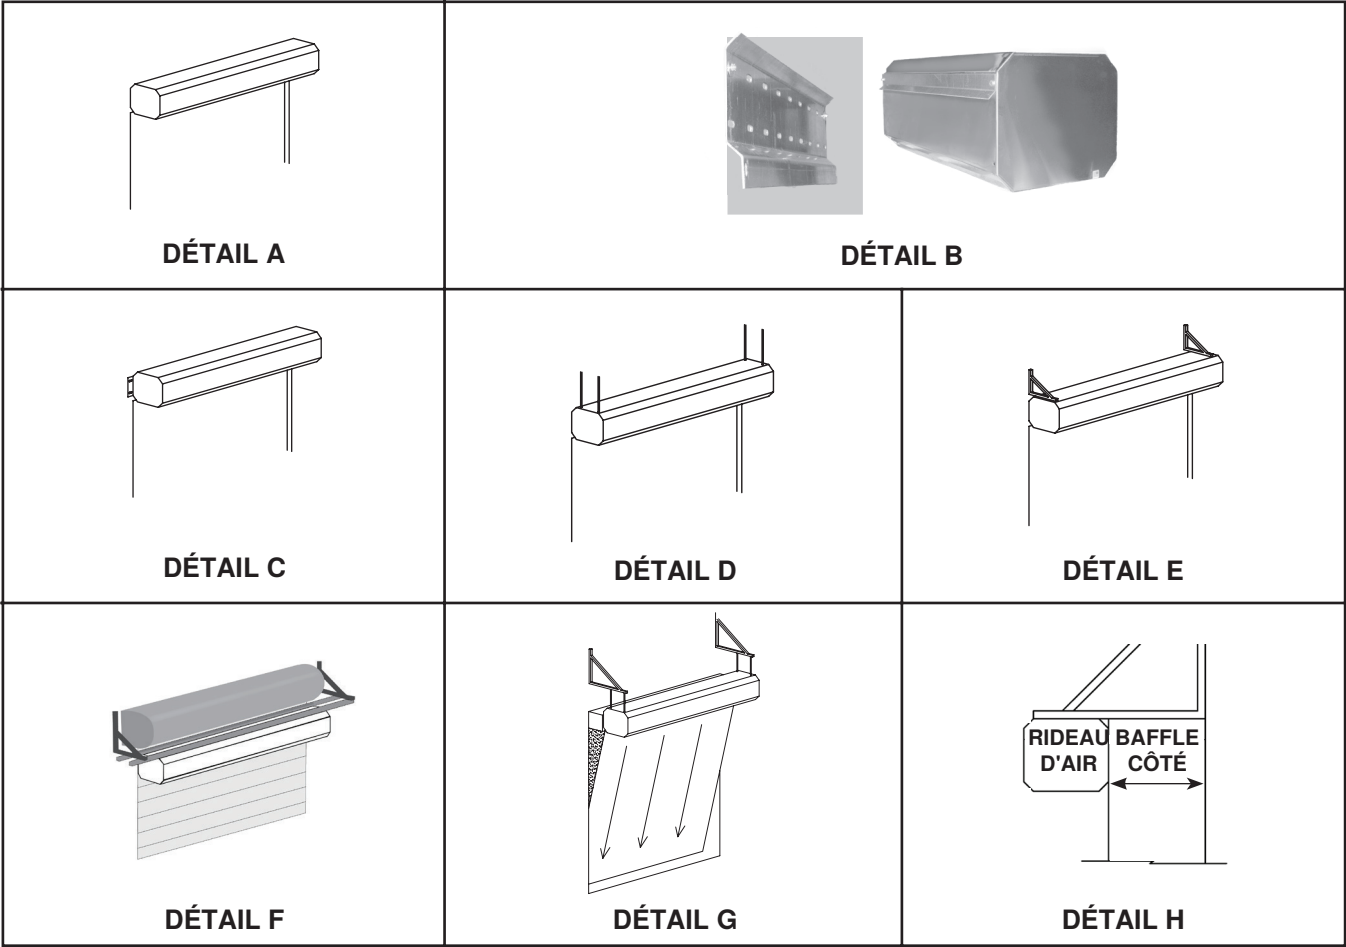

Figure 3. Configurations de montage de l'unité
Montez l'unité (voir **Figure 3**) comme suit :
- a. Pour monter l'unité au mur (voir **Figure 3**, DÉTAIL A) :
- (1) Installez quatre boulons ou tire-fonds de 3/8 de pouce à l'arrière de l'armoire pour fixer le rideau d'air au mur. Utilisez une longue rallonge à cliquet pour éviter d'avoir à retirer la plaque du moteur/soufflerie.
- (2) Installez quatre boulons ou tire-fonds dans des trous de 7/8 de pouce dans la plaque du moteur/soufflerie.
- b. Pour monter l'unité au mur à l'aide de la plaque de montage rapide en option (voir **Figure 3**, DÉTAIL B) :
- (1) Installez la plaque de montage rapide (option CK52) à l'arrière de l'armoire à l'aide de fixations de 3/8 de pouce fournies sur place.
- (2) Fixez la plaque de montage rapide au mur à l'aide des attaches de 3/8 de pouce fournies sur place.
- c. Pour monter l'unité au mur à l'aide des supports d'extension latéraux fournis sur place (voir **Figure 3**, DÉTAIL C) :
- (1) Installez les supports d'extension latéraux fournis sur place à l'arrière de l'armoire à l'aide des fixations fournies sur place.
- (2) Fixez les supports d'extension latéraux au mur à l'aide des attaches appropriées fournies sur place.
- d. To suspend unit à l'aide de tiges filetées fournies sur place (voir **Figure 3**, DÉTAIL D) :
- (1) Installez la tige filetée 3/8-16 dans l'insert fileté dans chaque coin du dessus de l'armoire. Assurez-vous que les tiges ne s'étendent pas de plus de 3/4 de pouce dans l'armoire.
- (2) Connectez les tiges filetées au support de plafond à l'aide des fixations appropriées fournies sur place.
- e. Pour monter l'unité au mur à l'aide des supports d'angle fournis sur site (voir **Figure 3**, DÉTAIL E) :
- (1) Installez les équerres fournies sur place sur le dessus de l'armoire à l'aide des fixations fournies sur place. Pour un dimensionnement approprié, prévoyez une distance entre le mur et l'arrière du rideau d'air (décalage maximum = 20 pouces).
- (2) Fixez les équerres au mur à l'aide des attaches appropriées fournies sur place.
- f. Pour monter l'unité au mur lors de l'installation d'une nouvelle porte à l'aide des supports d'angle fournis sur place (voir **Figure 3**, DÉTAIL F) :
- (1) Soulever le caisson de porte au-dessus de l'ouverture afin que le rideau d'air puisse être installé en dessous.
- (2) Installez les supports d'angle fournis sur site sur le dessus de l'armoire à l'aide des fixations fournies sur place. Si le rideau d'air n'est pas assez large pour dégager le rail de la porte, installez des entretoises de montage en option (option CK) pour étendre les points de montage afin de dégager un dégagement au-delà de la cartouche.
- (3) Fixez les équerres au mur à l'aide des attaches appropriées fournies sur place.
- g. Pour monter l'unité au mur devant le caisson de porte ou tout autre obstacle à l'aide des supports d'angle fournis sur place (voir **Figure 3**, DÉTAIL G) :
- (1) Installez les équerres fournies sur place sur le dessus de l'armoire à l'aide des fixations fournies sur place. Si nécessaire pour un positionnement correct du rideau d'air, utilisez des tiges filetées 3/8-16 fournies sur place, comme illustré.
- (3) Installez des déflecteurs latéraux appropriés des deux côtés du rideau d'air pour sceller les espaces, comme indiqué dans la **Figure 3**, DÉTAIL H. Utilisez des barrières permanentes ou des bandes de PVC étendues jusqu'au sol pour une efficacité maximale.